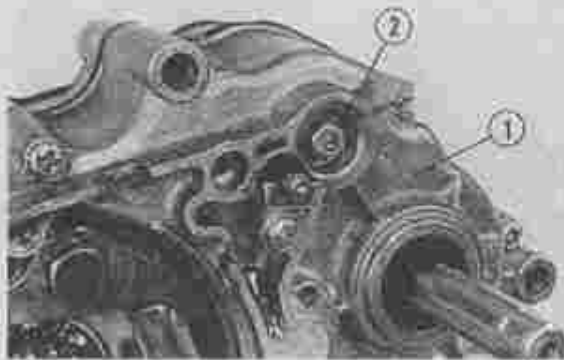

Fig. 57 ① Linker carter ② 6 mm bout
- 3) Verwijder de rubber stop boven het ketting-tandwiel en de daar achter verborgen bout met ring. (Fig. 57)